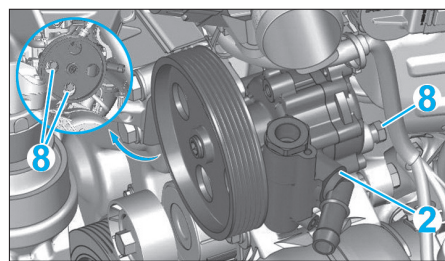

Fig. 19
- les vis (8) (Fig.19),
- La pompe d'assistance de direction (2).